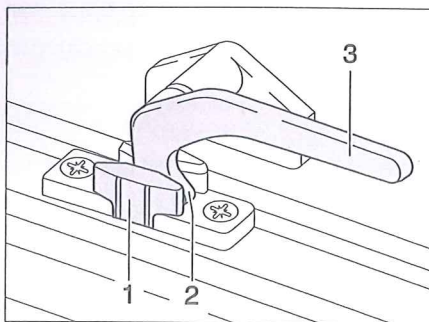

Bild 37 Låsarm i läget "Kontinuerlig vädring"
- I läget "Kontinuerlig vädring" (Bild 37)
- Sväng låsarmen (Bild 37,3) ett kvarts varv mot fönstrets mitt.
- Sväng låsarmen ett kvarts varv mot fönsterkarmen. Därvid måste låsspaken (Bild 37,2) föras in i spåret på fönsterlåset (Bild 37,1).